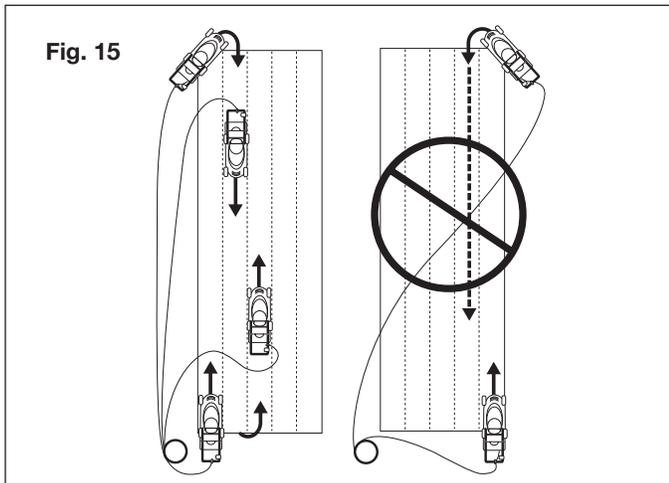

Fig. 15
- No podede en círculos. Desplácese hacia adelante y atrás a través del césped siguiendo la trayectoria descrita a continuación (Fig. 15).